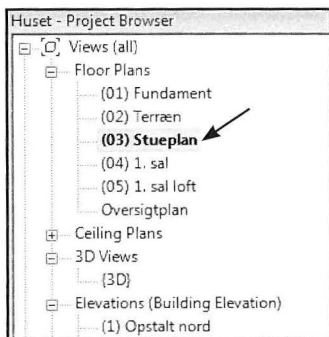

Fig. 16.01.
- Stå i (03) Stueplan i *Project Browseren* (Fig. 16.01).